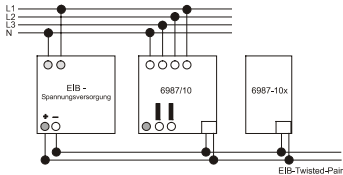
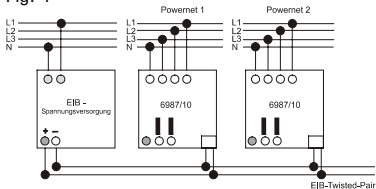

Fig. 1
Fig. 2
1. Alimentation électrique du bus via une alimentation électrique EIB séparée : voir Fig. 1 (coupleur média) ou Fig. 2 (coupleur de zone)